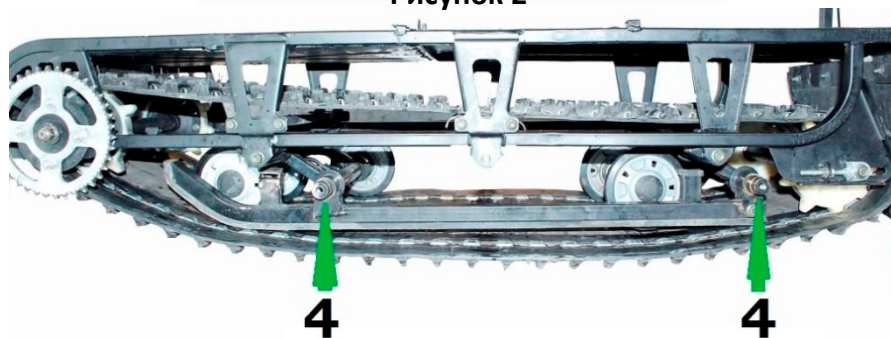

Рисунок 3
На оси катков (4) устанавливаем склизы (Рисунок 3).